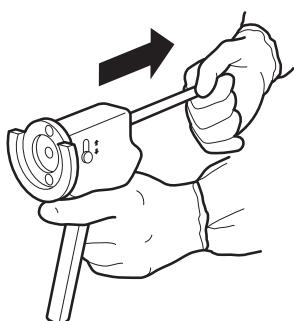

Figura 1
- Ruotare lo stantuffo per disinnestare il sistema motore, tirare quindi lo stantuffo fino ad appoggiarne il disco contro il corpo della pistola (Figura 1).